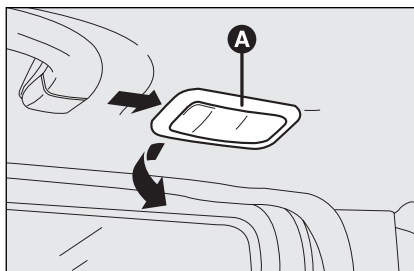

fig. 47
- ☐ au moyen du tournevis fourni, enlever le plafonnier **A-fig. 47** en intervenant sur le point indiqué par la flèche;